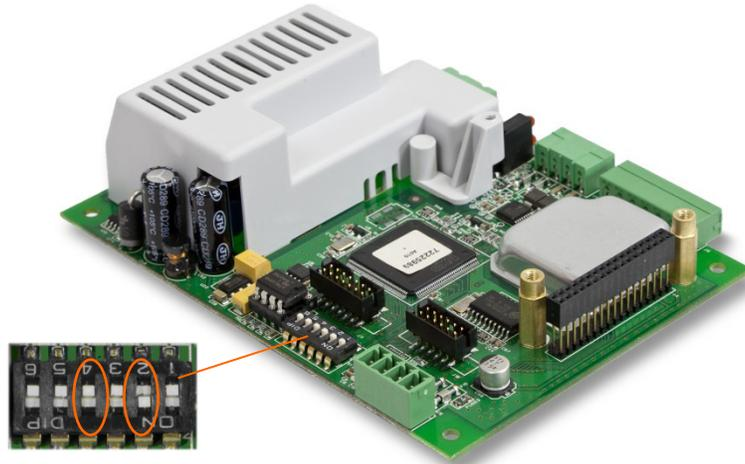

Abbildung 4-9: Schalter SW1-2 und SW1-4
2. Stellen Sie Schalter SW1-2 in die Position EIN (siehe Abb. 4-9).
- Die Position des SW1-4 (auch in Abb. 4-9 angezeigt) legt fest, ob messtechnisch wichtige EEPROM-Daten für die Waagenkalibrierung zurückgesetzt werden, wenn eine Hauptrücksetzung durchgeführt wird. SW1-4 muss auf EIN gestellt werden, um die EEPROM-Daten zurückzusetzen. Wenn SW1-4 auf AUS gestellt ist, werden die EEPROM-Daten von der Hauptrücksetzung **nicht** beeinflusst.